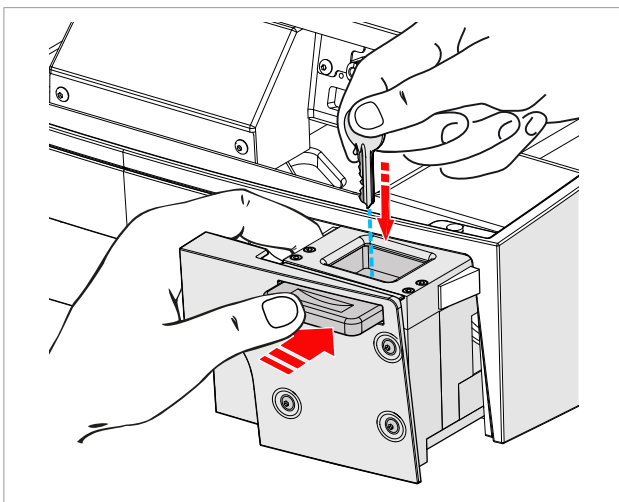

Bild 85
- 3) Mit der anderen Hand den auszulesenden Schlüssel einsetzen (Bild 85).